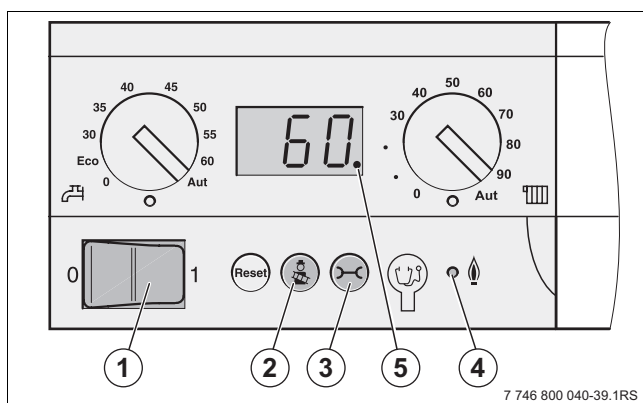

Fig. 64 Unitatea de comandă a controlerului de bază
- ▶ Puneți în funcțiune echipamentul, setând întrerupătorul principal de la nivelul panoului de comandă al controlerului de bază la „1” (Por) (→ fig. 64, [1]).
- ▶ Punctul zecimal (→ fig. 64, [5]) se stinge.